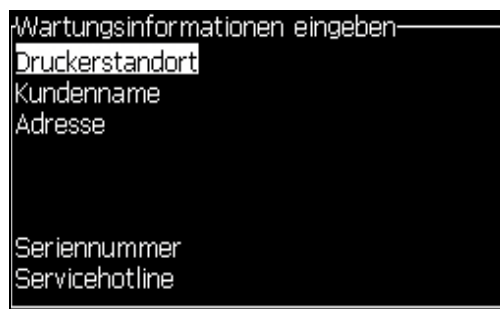

Abbildung 4-23: Dialogfeld Wartungsinformationen eingeben
- 2 Wählen Sie die Option *Enter Service Information (Wartungsinformationen eingeben)* und drücken Sie die Taste *Enter*. Das Dialogfeld *Enter Service Information (Wartungsinformationen eingeben)* erscheint (siehe Abbildung 4-23).